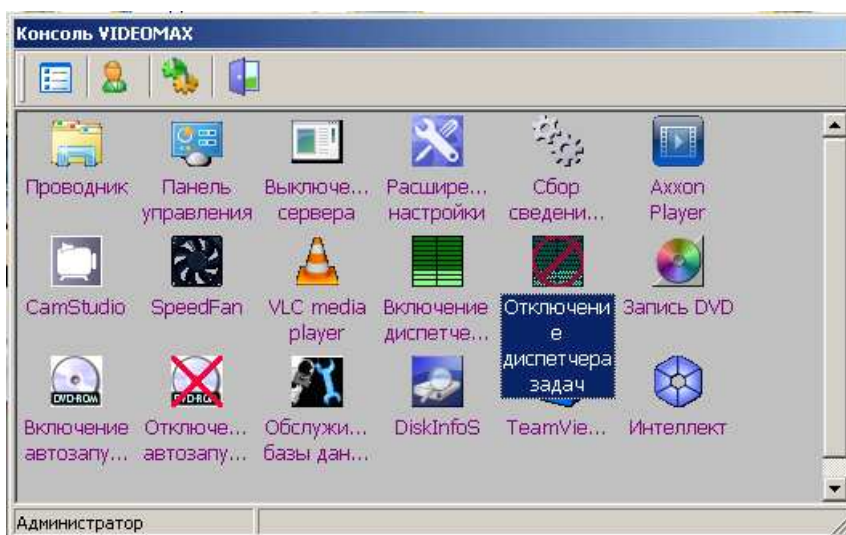

Рис. 14 Отключение диспетчера задач.
- 2 - использовать утилиту отключения диспетчера задач в режиме администратора (см. п. 7.7) в консоли VIDEOMAX см. Рис. 14